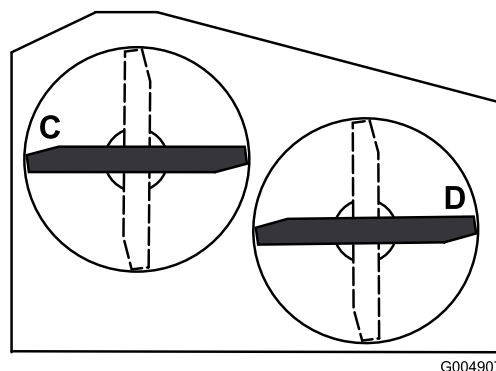

Figure 62
2. Tournez les lames pour les mettre parallèles dans le sens transversal. Mesurez la distance aux points C et D (Figure 62) entre une surface plane et le bord coupant des pointes des lames.